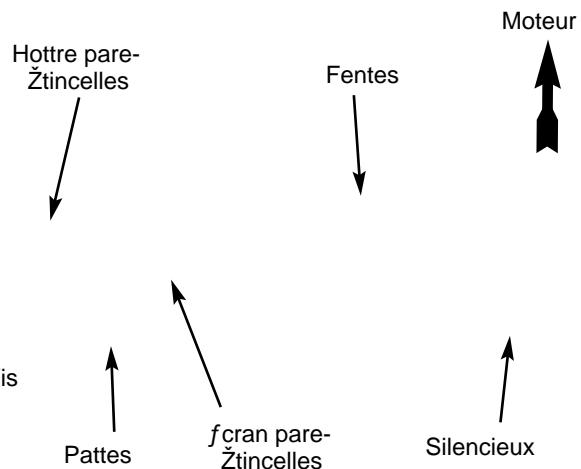

Fig. 29
2. Situez le pot d'échappement sans le retirer. Trouvez la vis sur la partie inférieure du pot d'échappement (Fig. 29.) Retirez la vis en vous servant soit d'un tournevis torx #20 ou d'un tournevis plat.